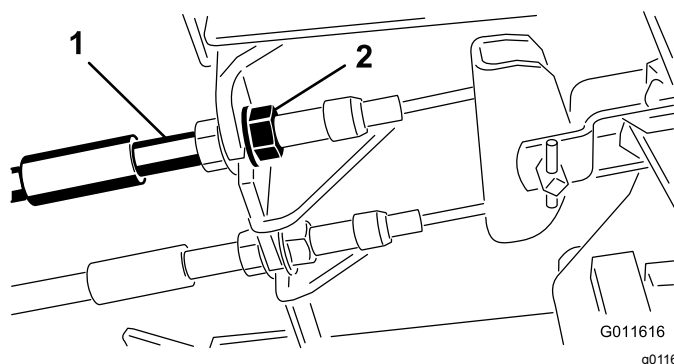

Figura 63
1. Para reduzir a folga dos pedais dos travões, aperte os travões desapertando a porca dianteira que se encontra na extremidade roscada do cabo dos travões (Figura 63).